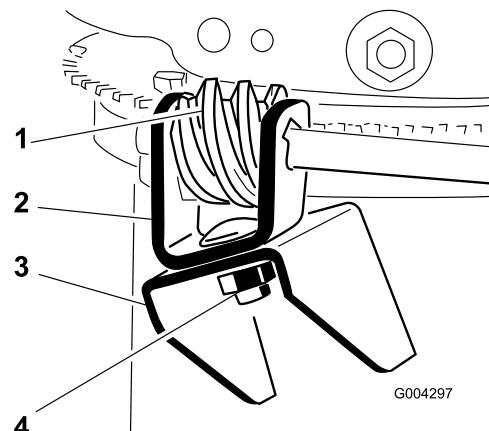

Figure 11
3. Montez la vis sans fin et le support sur la bride de fixation, sans serrer, à l'aide d'un boulon, d'une rondelle Belleville et d'un contre-écrou, comme illustré à la Figure 11.
4. Glissez la vis sans fin dans les dents de la couronne de retenue de l'éjecteur et serrez le contre-écrou (Figure 11).
2. Enduisez la vis sans fin de graisse universelle N° 2 (Figure 11).